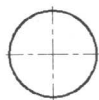

图 1.1.15 绘制圆形
(1) 切换图层。在“图层”工具栏中, 选择“轮廓线层”图层。
(2) 绘制如图 1.1.15 所示的圆。选择下拉菜单 **绘图(D) → 圆(C) → 圆心、直径(D)** 命令, 选取 Step1 所绘制的两条中心线的交点, 输入直径值 55 后按回车键。